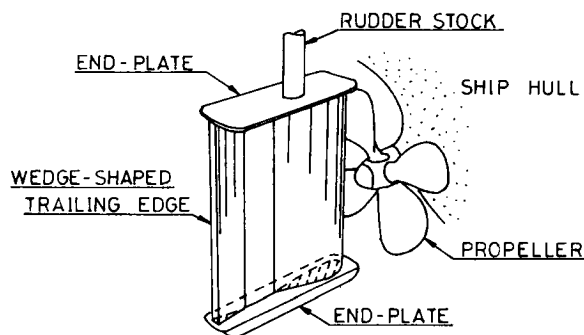

図1 モノベック型シリング舵
この舵は1975年、当時の西ドイツのカール・シリング博士によって開発されたものであり、その形状を『モーターシップ』(1989年6月号) から転載して図1に示す。
- 1) この舵は図1に見られるように、フラップやローターのような可動部がない簡単な構造であるにもかかわらず大きい揚力を発生する。従って従来の舵と同一舵角においても大きい旋回力が得られる。もし今迄の船と同じ程度の旋回力でよければ舵寸法は小さくてよい。
- 2) シリング舵の舵軸は普通舵のそれよりもやや後ろに寄っており、舵角も大きい。しかしこのため特に操舵機馬力を大きくする必要はないようであり、シューピース付の普通型舵からの換装も可能で、図1に見られるような釣舵ではなく、シューピースで支持したシリング舵もある。